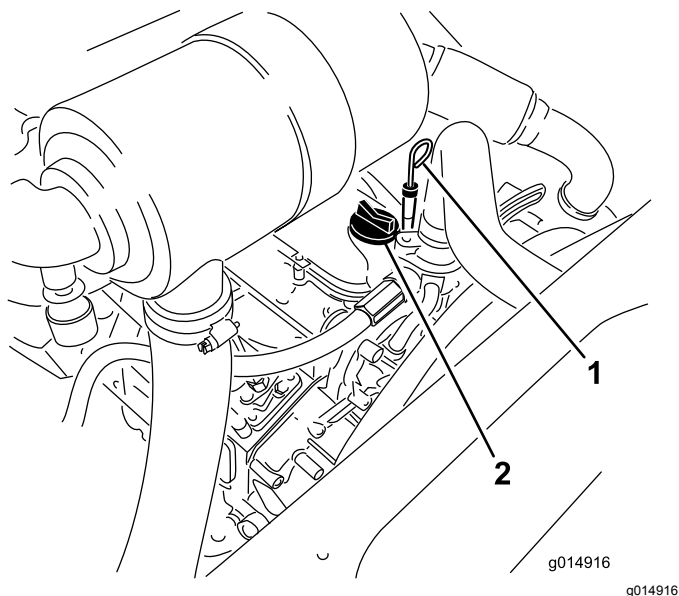

図 32
3. ディップスティックを抜き取り、付いているオイルをウェスで拭きとってもう一度差し込む(図 32)。
5. オイルの量がFULLマークよりも下である場合は、補給キャップ 図 32 を取り、FULL 位置までオイルを補給する。